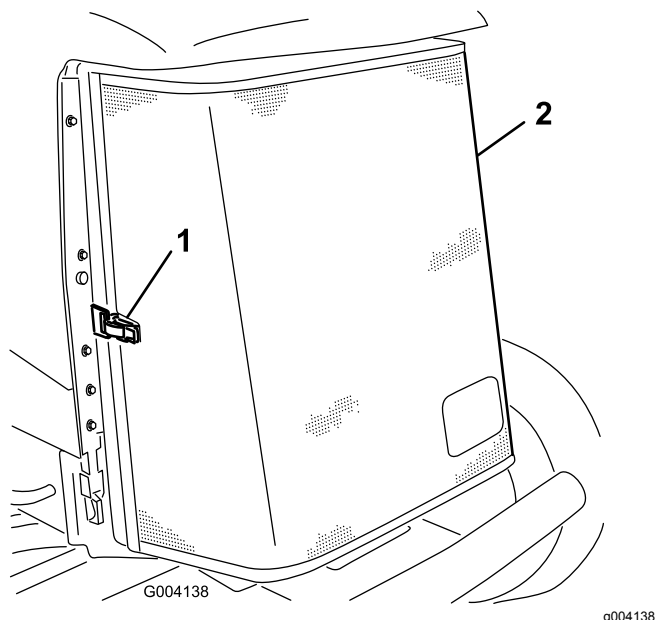

Figura 91
3. Desenganche y abra la rejilla trasera (Figura 91).